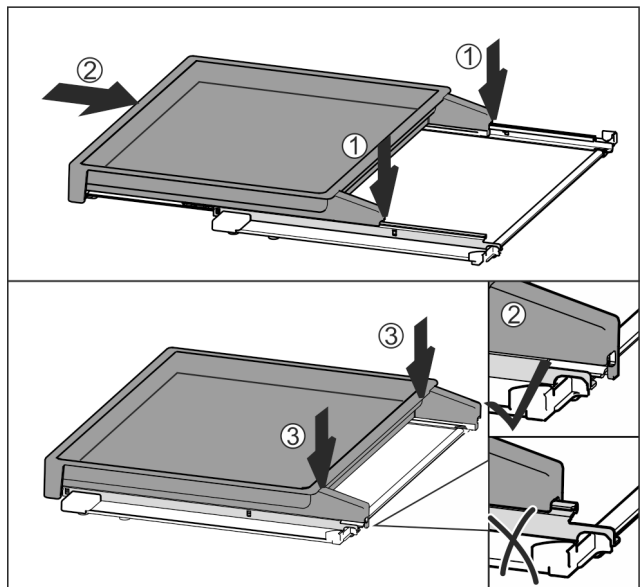

Fig. 51
- ▶ Plateau op het midden van de rails plaatsen Fig. 51 (1).
- ▶ Uitschuifplateau volledig erin schuiven Fig. 51 (2).
- ▶ Tegen de achterkant drukken tot deze hoorbaar vastklikt Fig. 51 (3).